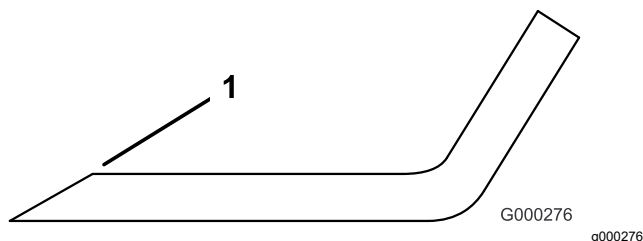

Figure 132
3. Examinez les tranchants de toutes les lames et aiguiser-les s'ils sont émoussés ou ébréchés (**Figure 132**).
Remarque: N'aiguissez que le haut du tranchant et conservez l'angle de coupe d'origine pour obtenir une coupe nette (Figure 132). Limez la même quantité de métal sur chacun des deux tranchants pour ne pas déséquilibrer la lame.